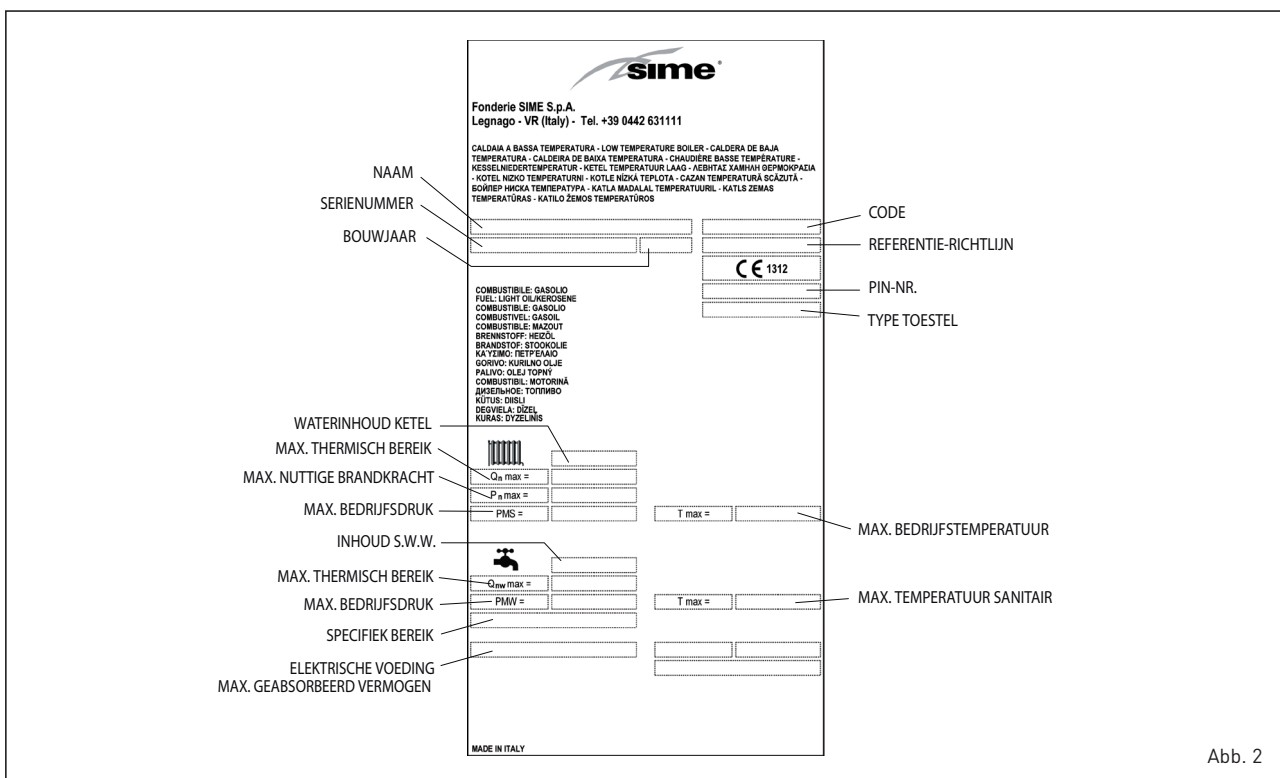

Abb. 2
1.2.1 Technische gegevens plaat (Abb. 2)